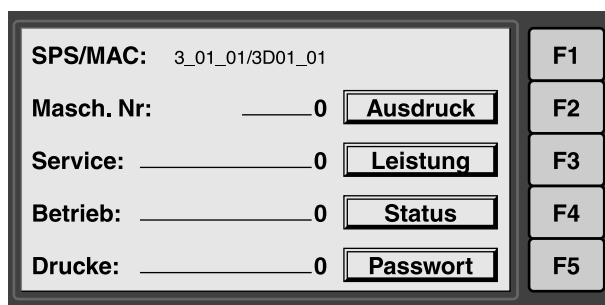

Bild 7-3. Informations-Menü
- * Wählen Sie im Hauptmenü mit den Cursor-tasten das Feld „Info“ an, und bestätigen Sie mit **Enter** . Es erscheint Bild 7-3